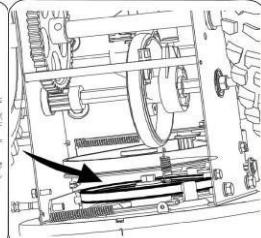

Рис.21
- Снимите приводной ремень со шкива и разместите между фрикционным колесом и диском фрикциона. Рис.21.